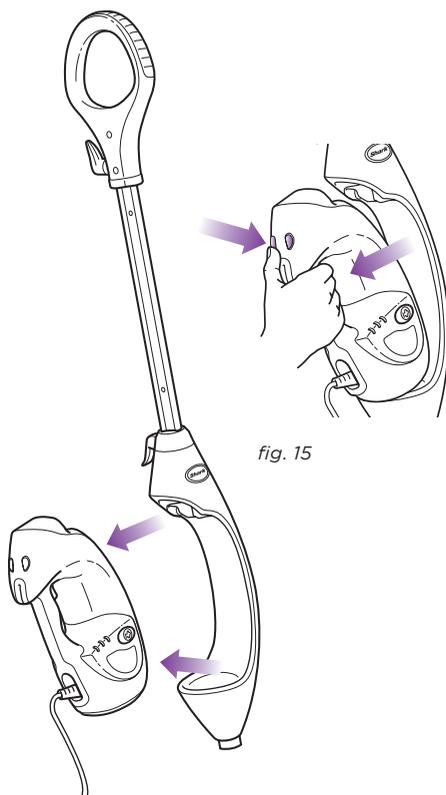

fig. 15
- 1 Pour enlever le nettoyeur à vapeur portatif amovible, appuyez et maintenez enfoncés les boutons de verrouillage de l'appareil tout en tirant le nettoyeur à vapeur portatif pour le sortir. (**fig. 15**)